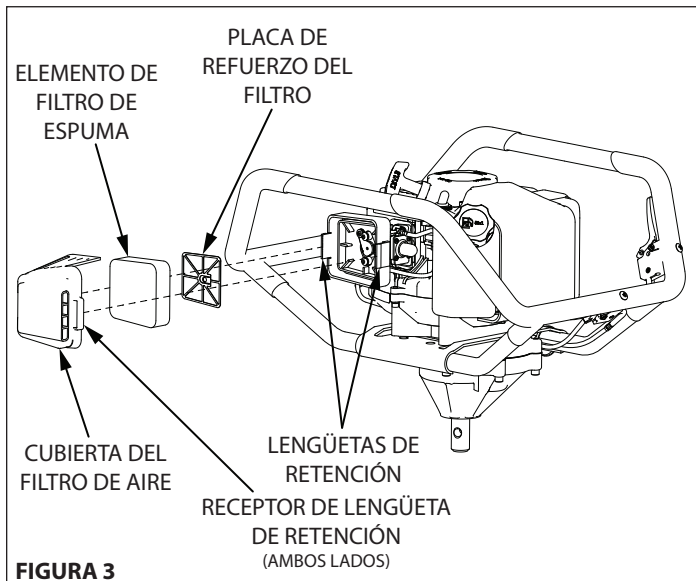

FIGURA 3
2. Para retirar la cubierta del filtro de aire, apriete las lengüetas de retención en ambos lados de la cubierta. **CONSULTE LA FIGURA 3**